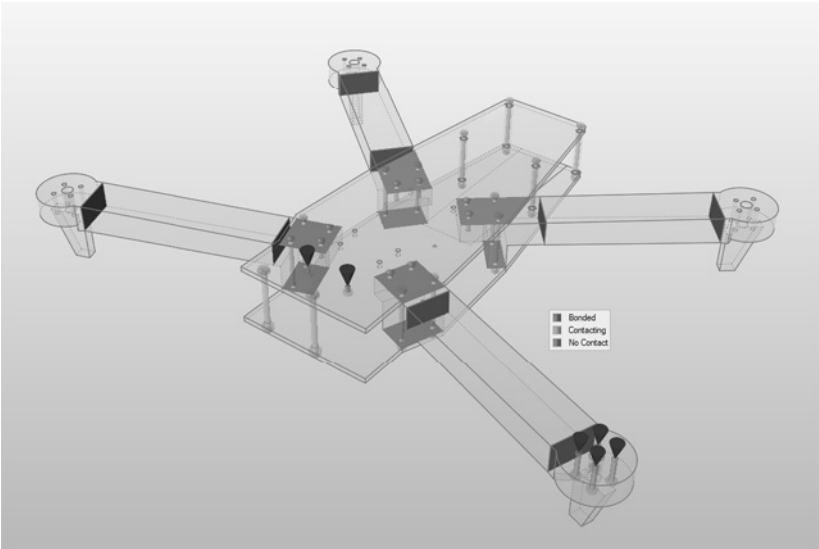

图 11-31
5) 在操作栏上单击重新定义已选择对象，所选接触将变为绑定接触并显示为红色，如图 11-31 所示。